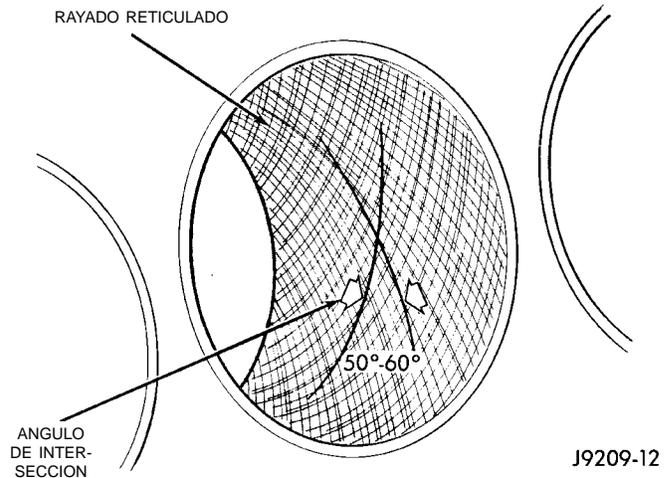

Fig. 1 Rayado reticulado del hueco de cilindro
(3) El esmerilado se realiza moviendo la herramienta hacia arriba y hacia abajo con velocidad suficiente como para que la superficie quede con un rayado reticulado. Las marcas del esmerilado deben ENTRECruzarse entre 50° y 60° para que el aro calce correctamente (Fig. 1).